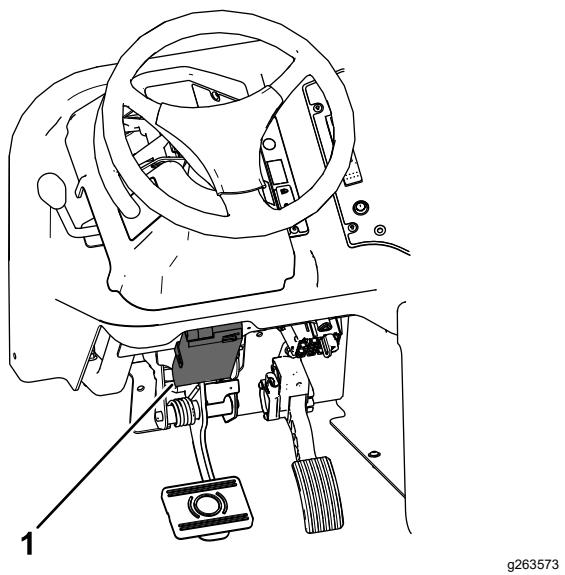

Рисунок 63
- Установите переключатель тормоза в зоне над педалями управления тягой и тормоза (Рисунок 63). Отрегулируйте переключатель тормоза таким образом, чтобы обеспечить максимальную тормозную способность